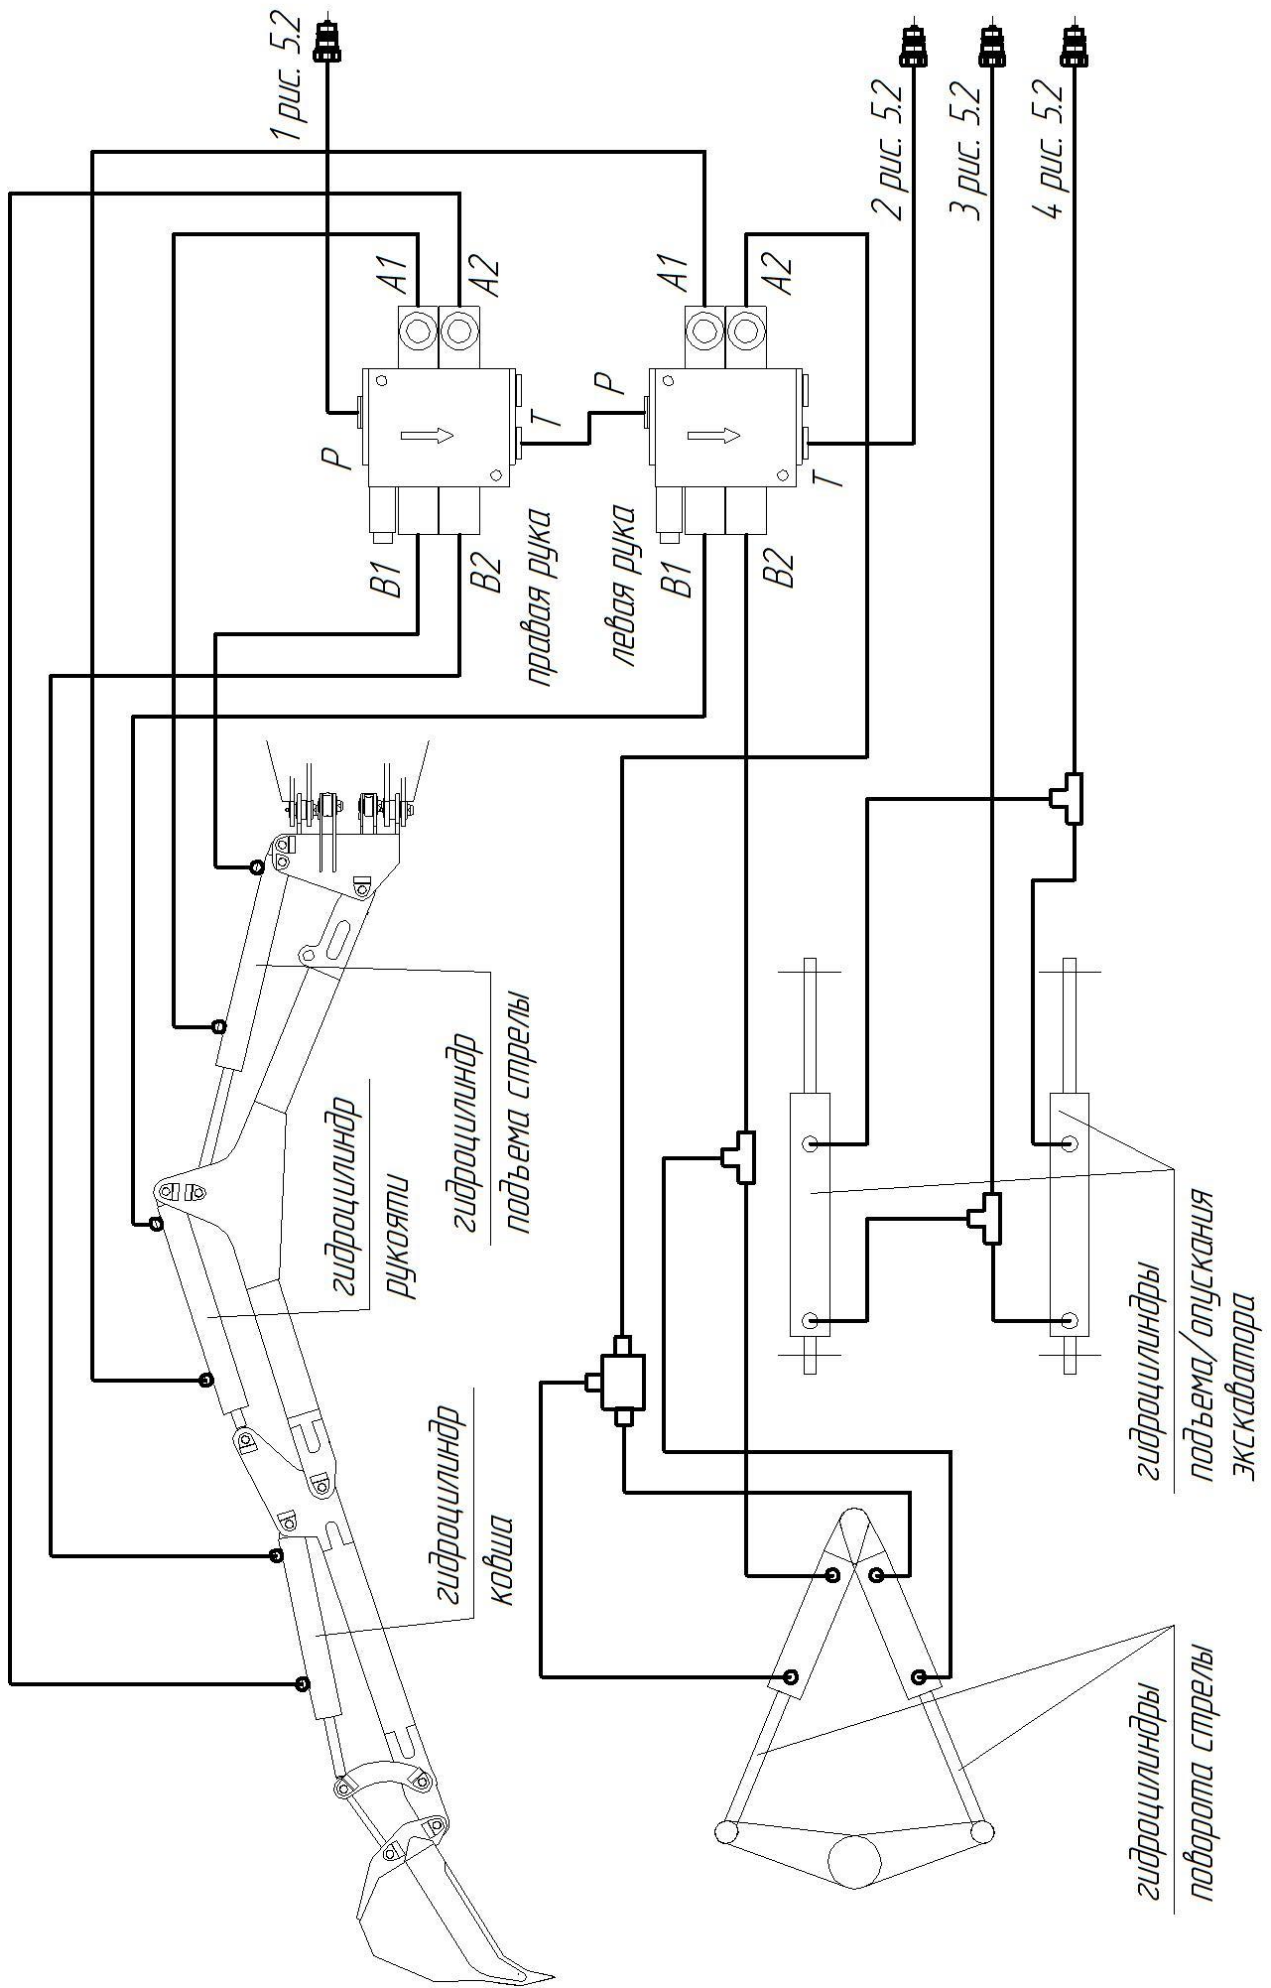
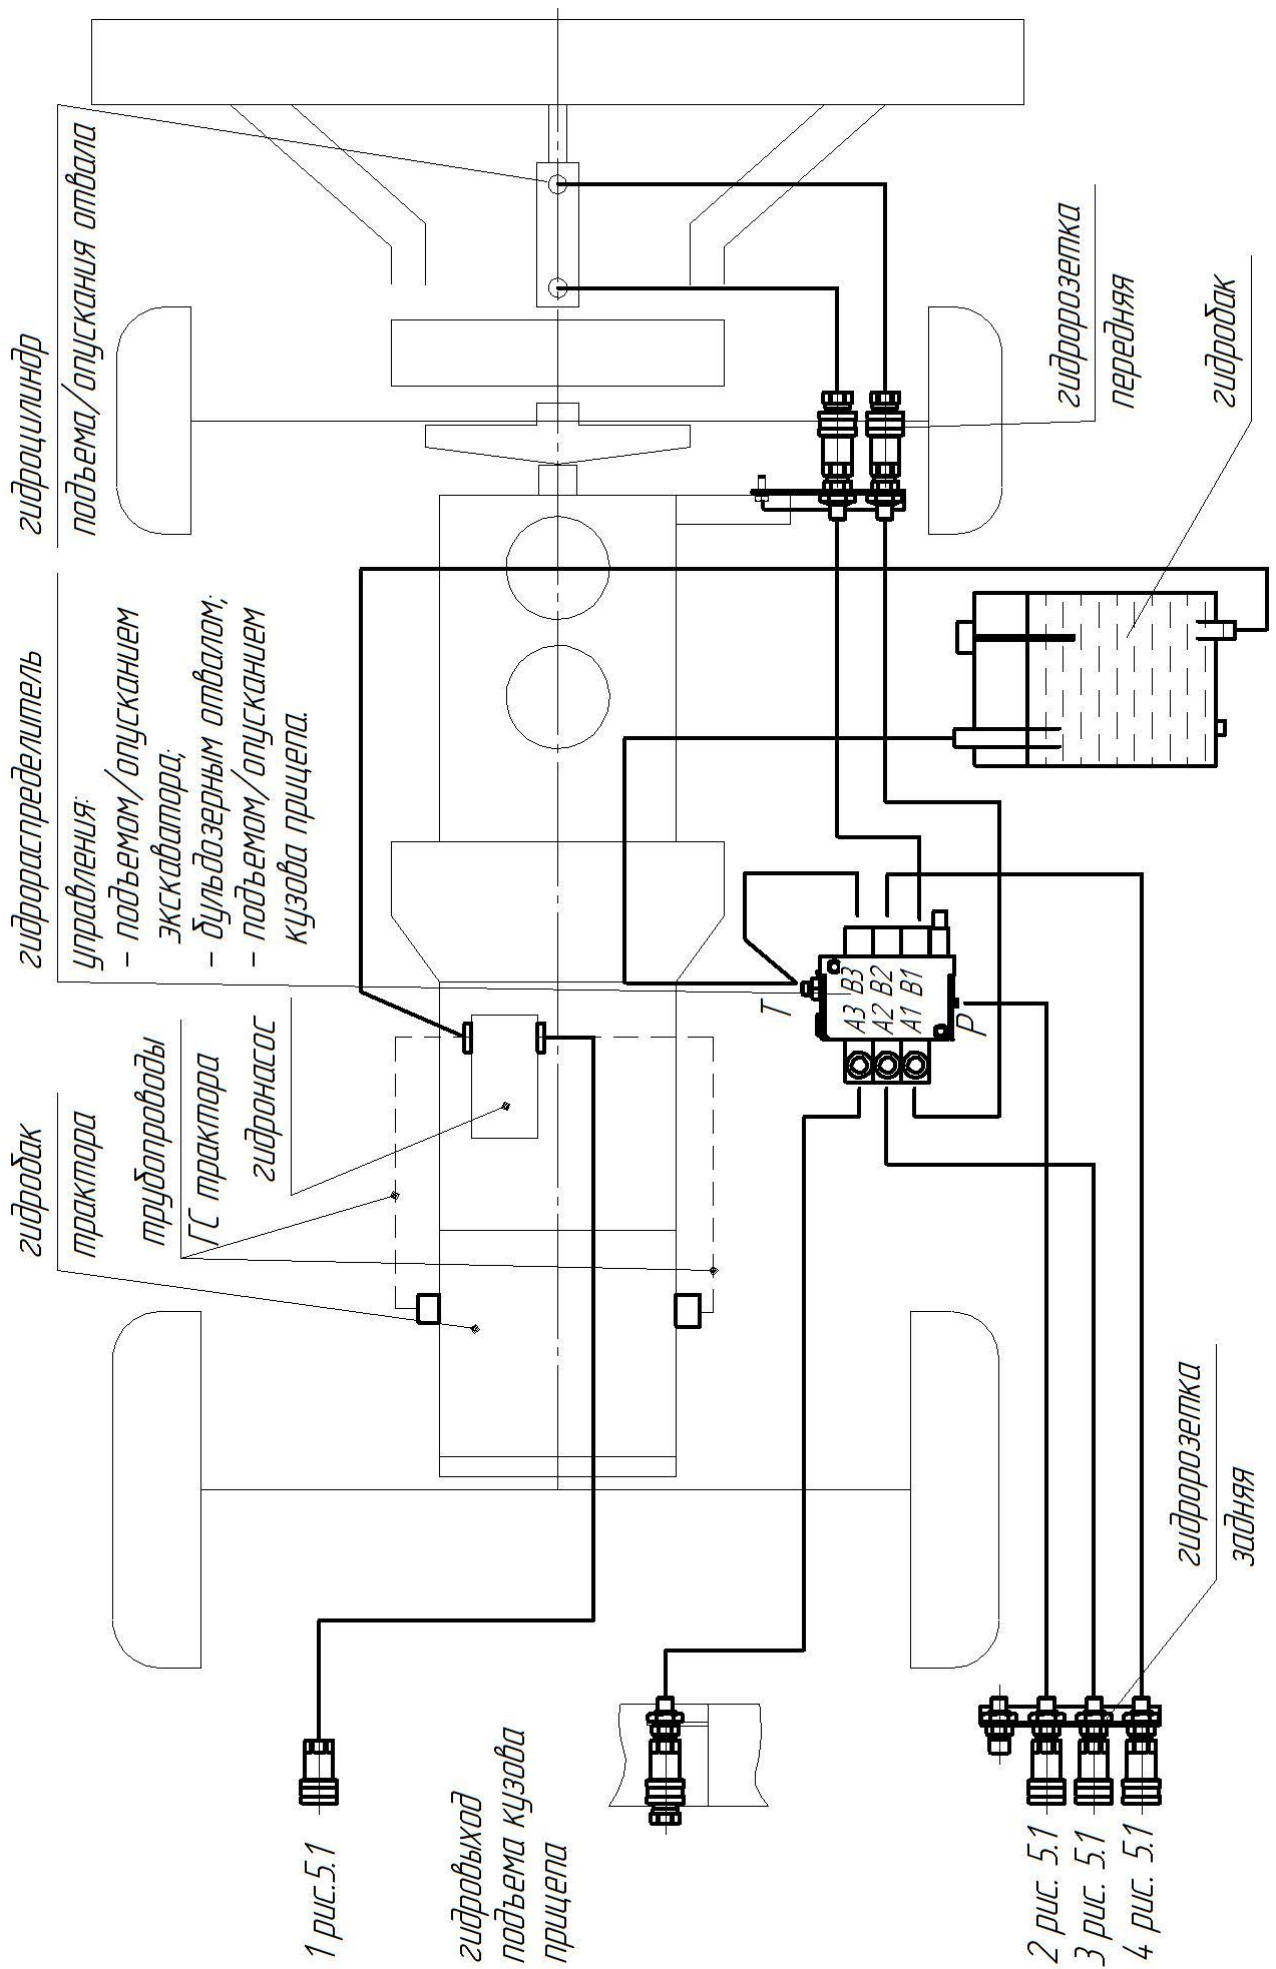
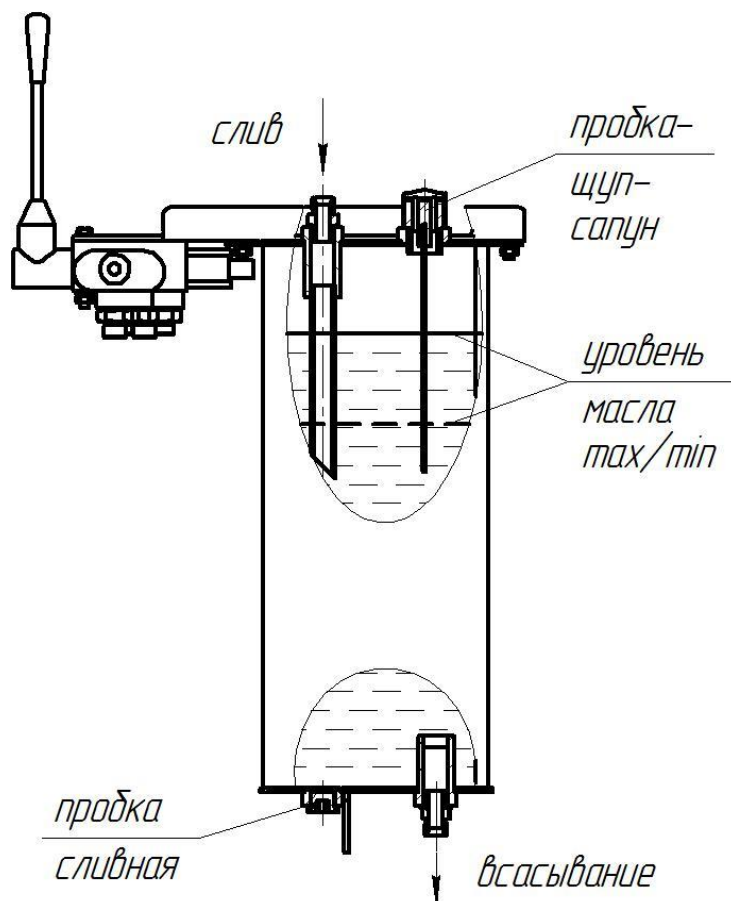

Рис.5.1
Рис.5.2
Рис.5.3
1.4.4. Гидросистема оборудования (Рис.5.1, Рис.5.2, Рис.5,3)
- соедините всасывающее отверстие гидробака (рис.5.3, рис.5.2) с входом гидронасоса (фланец гидронасоса слева по ходу трактора);
- соедините напорный выход гидронасоса (фланец гидронасоса справа по ходу трактора) с входным шлангом экскаватора 1 (рис. 5.2);
- соедините шлангами с БРС гидроцилиндр отвала с передней гидрозеткой (рис.5.2).
- проверьте надежность креплений и установки оборудования, соответствие гидравлических соединений схеме на рис.5.1, 5.2;